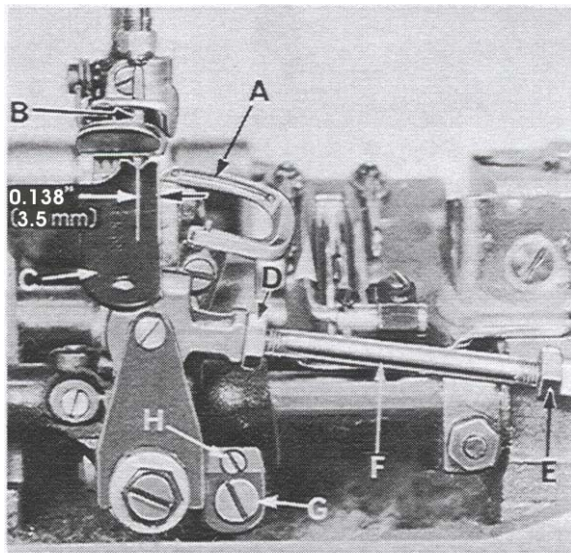
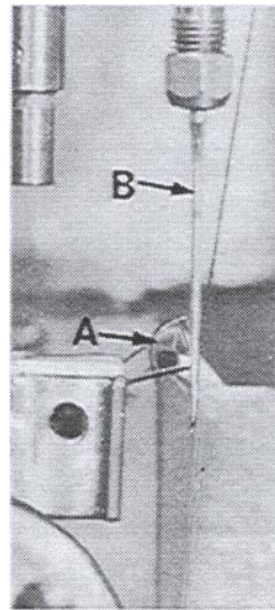

Fig. 6
Fig. 7
Insert a new needle, type and size specified. Looper gauge is 0.138 inch (3.5 mm) which is the distance from point of looper (A, Fig. 6) to centerline of needle (B) when looper is at extreme right end of its travel. Adjustment can be made by loosening nut (D), (it has a left hand thread) and nut (E); turn connecting rod (F) as required to attain specified dimension. Hold connecting rod in position and tighten nut (E), then nut (D).
While turning handwheel in operating direction and the looper (A, Fig. 7) moves to the left, its point should be set to touch but not bend at rear of needle (B). Adjustment can be made by loosening screw (G, Fig. 6), turn stop screw (H) clockwise to move looper towards the rear, counterclockwise acts the reverse. It is suggested to pull looper to the front for this adjustment. Tighten screw (G) and recheck movement of looper.
Setzen Sie eine neue Nadel entsprechender Type und Dicke ein. Der Greiferabstand beträgt 3,5 mm (0,138 inch), dies ist der Abstand von der Greiferspitze (A, Fig. 6) bis zur Mitte der Nadel (B), wenn der Greifer in der rechten Endstellung seiner Bewegung ist. Zur Einstellung lösen Sie die Mutter (D), (sie hat Linksgewinde) und die Mutter (E) und drehen die Verbindungsstange (F) nach Bedarf, um den vorgeschriebenen Abstand zu erhalten. Halten Sie die Verbindungsstange in dieser Stellung fest und ziehen Sie die Mutter (E) und dann die Mutter (D) an. BEACHTEN SIE: Vergewissern Sie sich, daß das linke Kugelgelenk senkrecht steht und nach dieser Einstellung nicht klemmt.
Wenn das Handrad in Nährichtung gedreht wird und der Greifer (A, Fig. 7) sich nach links bewegt, muß seine Spitze so eingestellt sein, dass sie die Rückseite der Nadel (B) ganz leicht streift aber nicht wegdrückt. Zur Einstellung lösen Sie die Schraube (G, Fig. 6) und drehen die Anschlagsschraube (H) im Uhrzeigersinn um den Greifer nach hinten zu verstellen, drehen im Gegenuhrzeigersinn bewirkt das Gegenteil. Es ist vorteilhaft den Greifer leicht nach vorne zu drücken, während Sie diese Einstellung machen. Ziehen Sie die Schraube (G) an nachdem Sie die Einstellung gemacht haben und prüfen Sie die Bewegung des Greifers nochmals.